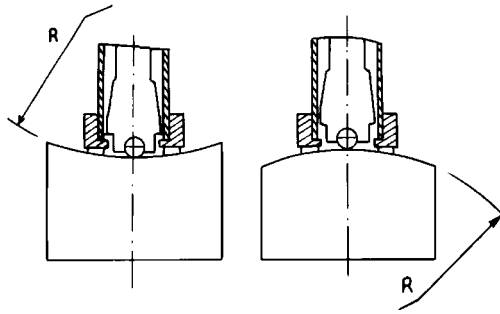

图 4
- 曲面：试样的试验面最好是平面。被测表面曲率半径小于 R30mm 的试样在测量时应使用小支承环或异型支承环，见图 4；